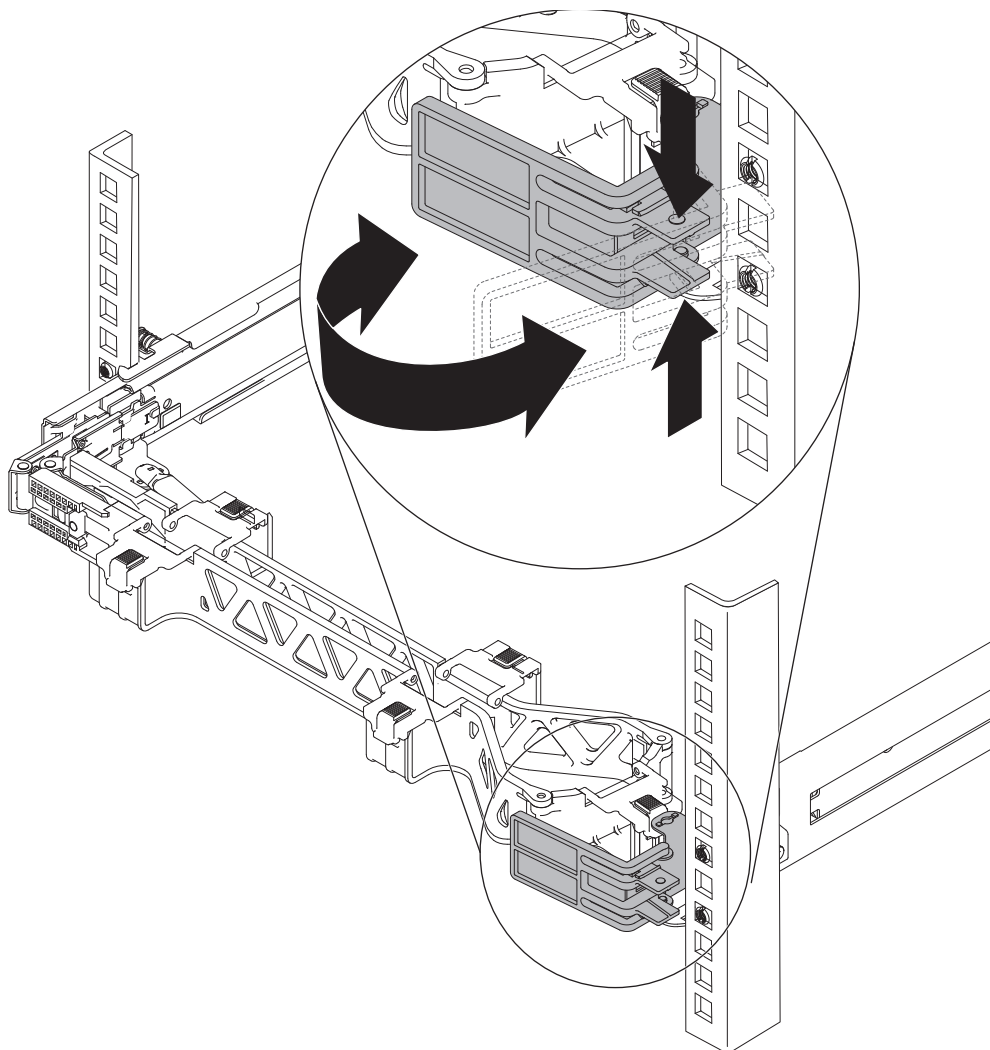

図 12. ケーブル・マネジメント・サポート停止金具を開く
5. 32 ページの図 12 に示すように、ケーブル・マネジメント・サポート停止金具を開きます。